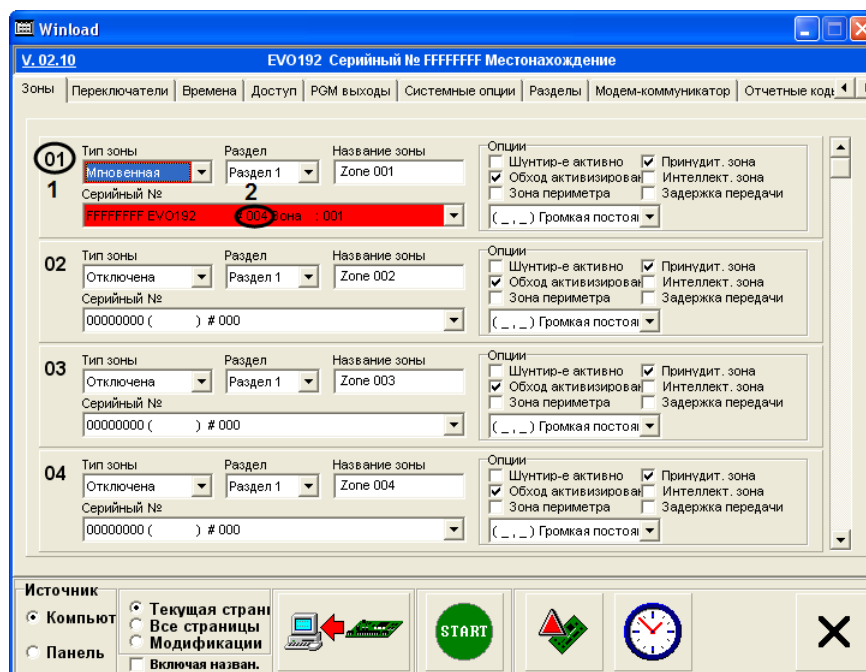

Рис. 3.6—3. Пример задания логического и физического адреса в ПО «Winload»
4. В поле **Серийный номер** (см. Рис. 3.6—2, 3) ввести серийный номер охранной зоны в шестнадцатеричном формате.
5. Нажать кнопку **Применить** (см. Рис. 3.6—2, 4).